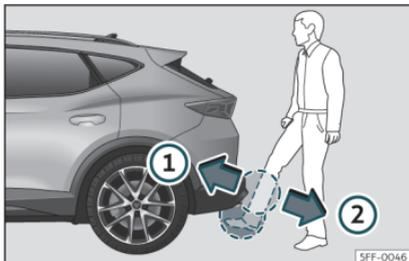

Fig. 80 Hayon du coffre à bagages à ouverture contrôlée par capteur (Easy Open).
- Approchez rapidement votre pied et le bas de votre jambe le plus près possible du pare-chocs. Le bas de la jambe doit s'approcher de la zone du capteur supérieur et le pied de la zone du capteur inférieur»» fig. 80 ①.
»» fig. 80 ②. Le hayon arrière s'ouvre automatiquement.